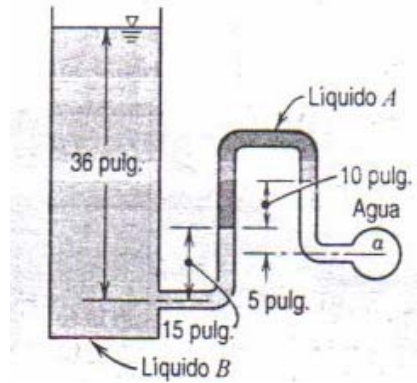

Figura 3
**P4.** Determine la presión manométrica en psi y en Pa en el punto  $a$ , si el líquido A tiene  $SG = 0.75$  y el líquido B,  $SG = 1.20$ . El líquido que rodea el punto  $a$  es agua y el tanque de la izquierda está abierto a la atmósfera (figura 3).